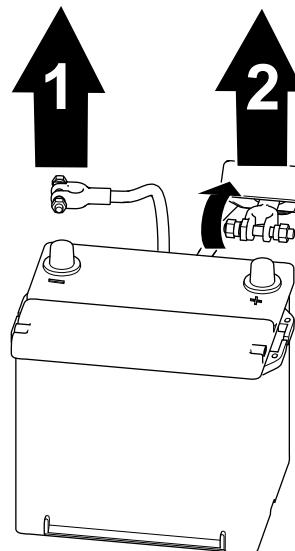

Figure 57
- Débranchez le câble négatif de la borne de la batterie (Figure 57).
2. Soulevez le capuchon isolant et débranchez le câble positif de la borne de la batterie (Figure 57).